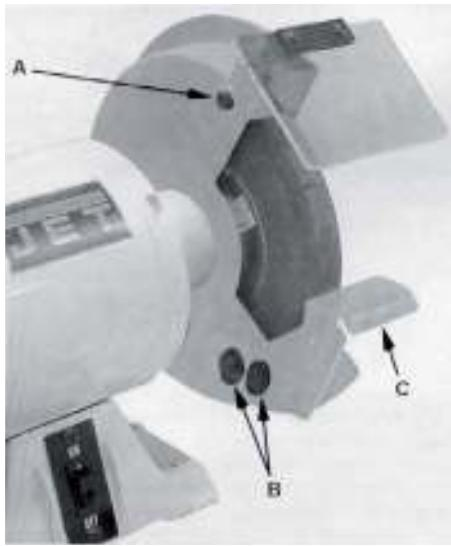

Рис. 4
- Послабте гвинти (A, рисунок 4)
- Затягніть гвинт (A).
- Послабте гвинти (B, рисунок 4) за допомогою 12 мм гайкового ключа.
- Перемістіть упор для рук (C) на відстань 1/16" від шліфувального кола.
- Затягніть гвинти (B)